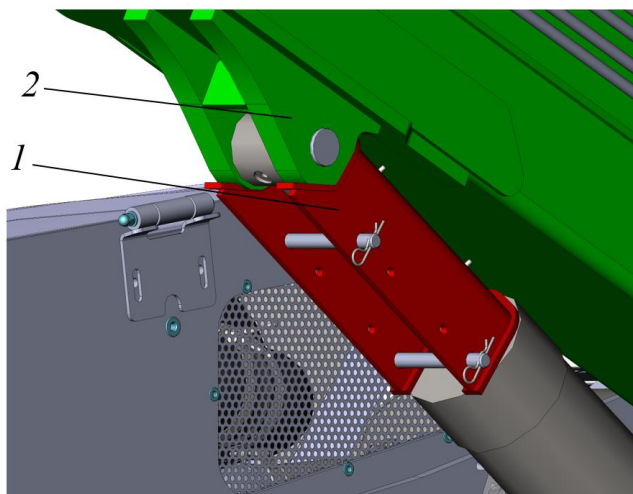

Рисунок 5.7. Положение техобслуживания при поднятой стреле
- ▶ Плавно опуская стрелу упереть верхнюю часть стопора 1 в кронштейн штока гидроцилиндра 2, см. рис. 5.7.